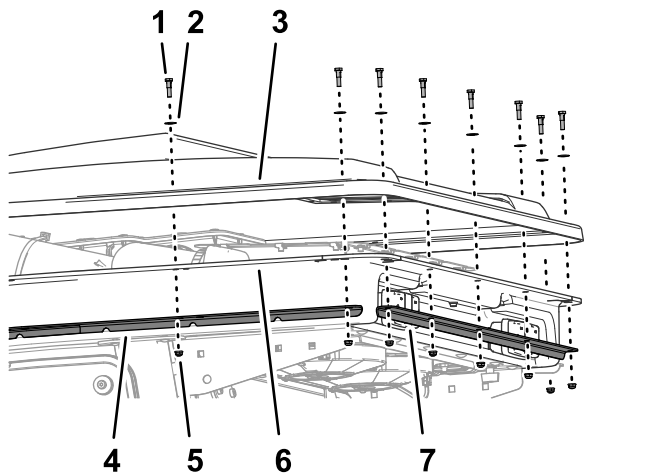

Figure 45
- Alignez les trous du rebord du toit et les trous du pavillon intérieur (Figure 45).
- Fixez le bord du toit au bord du pavillon intérieur (Figure 45) avec les 22 boulons à épaulement, les 22 rondelles (5/16 x 5/8 po) et les 22 contre-écrous à embase (1/4 po) que vous avez retirés à l'opération 3 de Dépose du toit de la cabine (page 11).